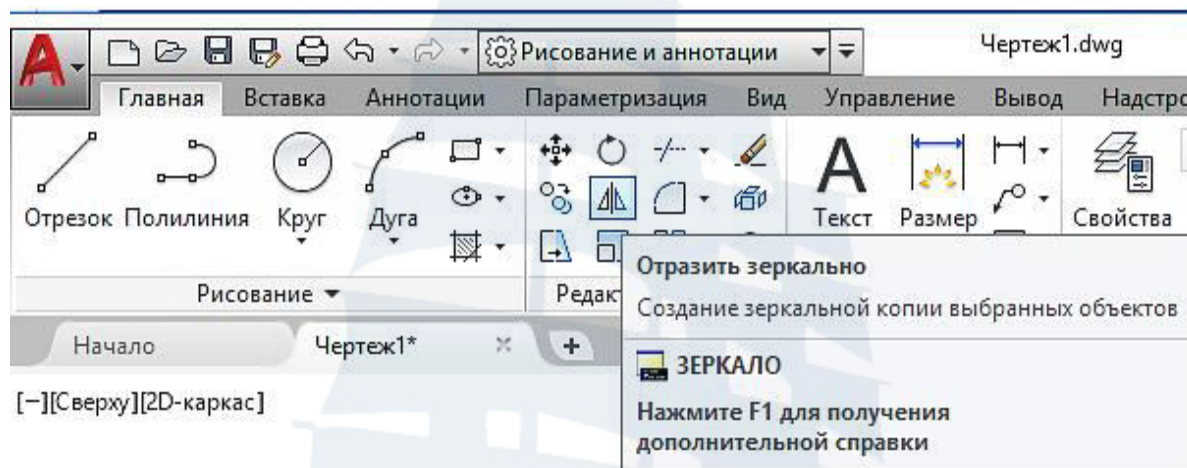

Рис. 100
– щелчком мыши по кнопке  **Отразить зеркально** (рис. 100) на панели инструментов **Редактирование** на вкладке **Главная** ленты инструментов;